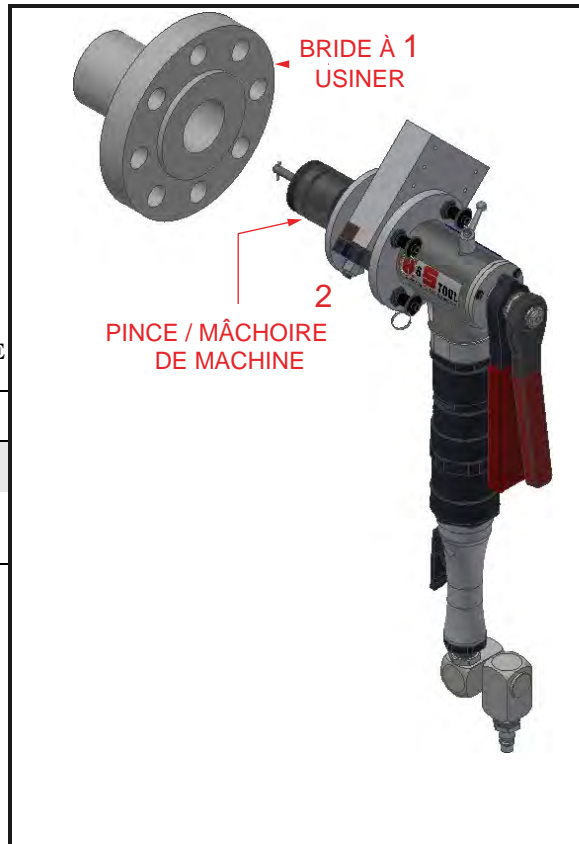

FIGURE 4-1. BRIDE ET PINCE/MÂCHOIRE DE SERRAGE
2. Glisser les pinces ou les mors dans le diamètre intérieur (DI) de la bride à usiner (voir Figure 4-1).